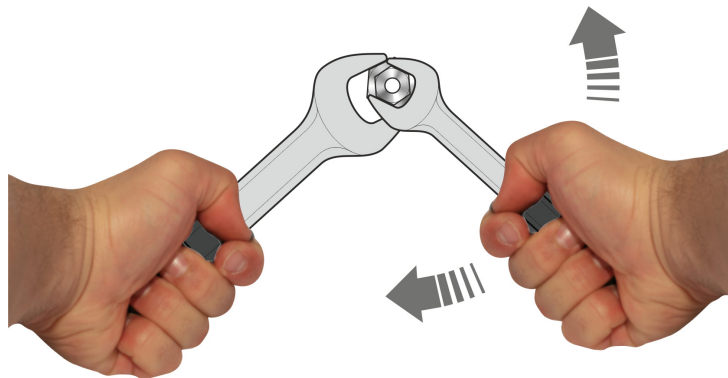

Fig. 2. Montage/démontage correct des raccords
**AVERTISSEMENT:** Lors du montage/démontage des raccords en vue du remplacement des filtres ou du raccordement des gaz, il est crucial que vous reteniez les raccords déjà montés afin d'éviter tout endommagement des assemblages existants (cf. Fig. 2).